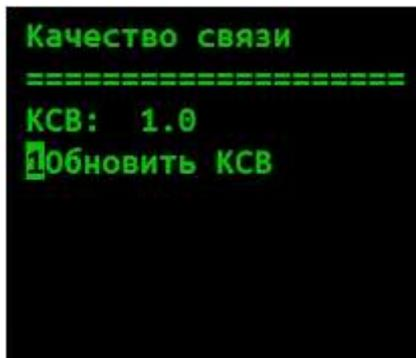

Рисунок 21 - Обновление КСВ
6.2 В третьей строке появится значение КСВ (рисунок 21). Если значения КСВ равно 0 или ≥ 10 , то на экране будет отображаться *.* , что говорит о неисправности антенно-фидерного тракта.